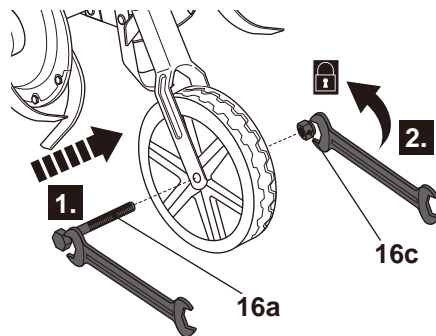

Fig. 6
- > Inserte el perno (16a) a través de los orificios y la rueda (16) (Fig. 6, paso 1) y fije la rueda (16) con el perno (16a) y la tuerca (16c) (Fig. 6, paso 2).